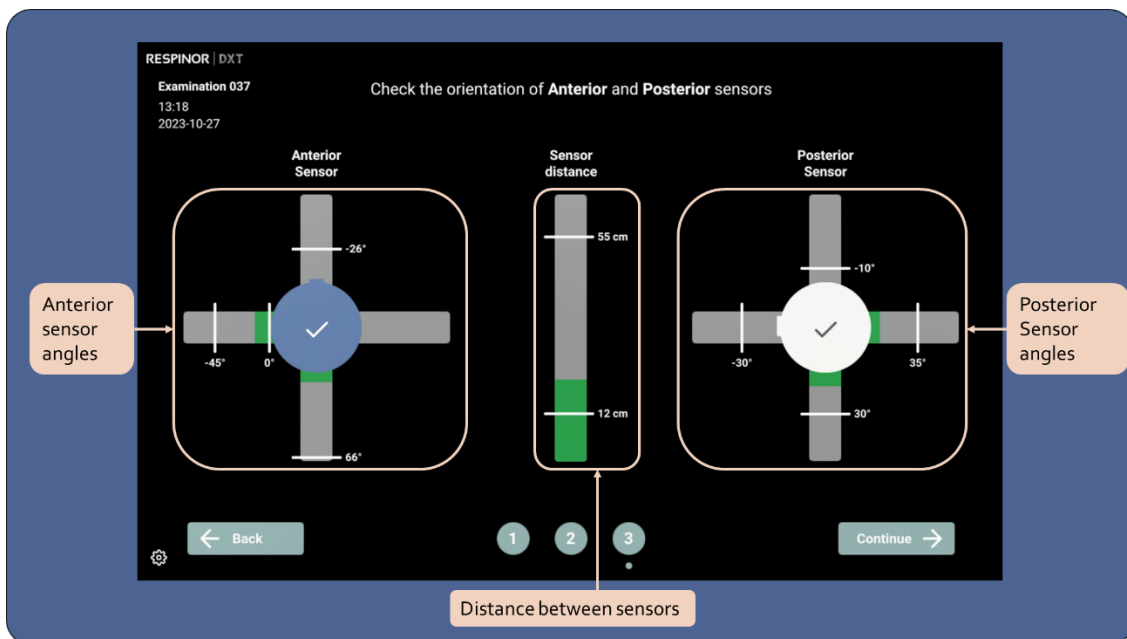

Abbildung 7. Beispiel für die korrekte Ausrichtung der Sensoren und den Abstand zwischen den Sensoren.
Der interaktive Bildschirm Sensorpositionierung zeigt die Winkel des vorderen und des hinteren Sensors und den Abstand zwischen ihnen an, um die genaue Sensorpositionierung zu erleichtern (Abbildung 7).
- Korrekte Sensorausrichtung und -abstand: Die Achsen sind grün und ein Symbol (✓) erscheint auf dem Bildschirm (Abbildung 7).